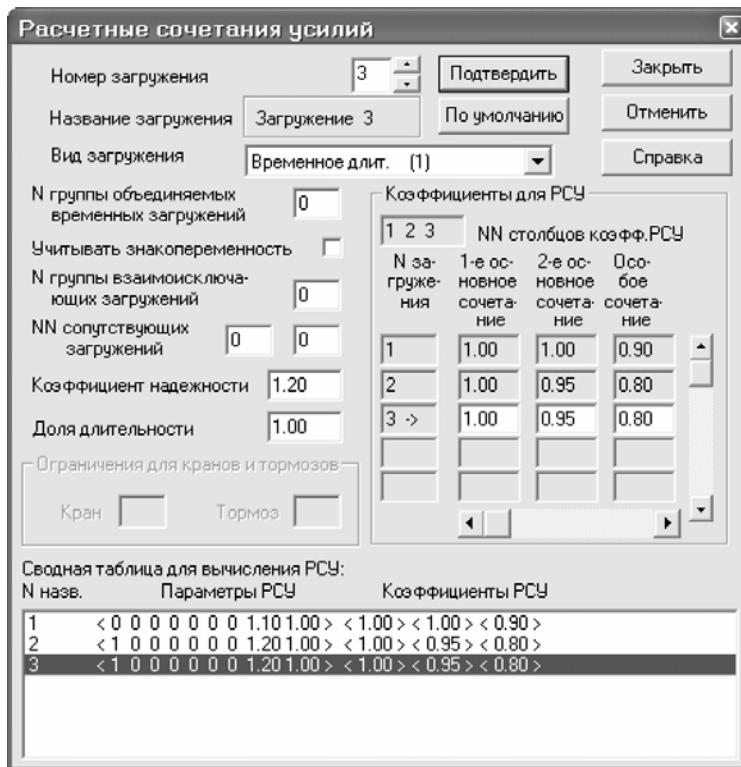

Рис.2.13. Диалоговое окно **Расчетные сочетания усилий**
- С помощью пункта меню **Нагрузки** ⇒ **РСУ** ⇒ **Генерация таблицы РСУ** (кнопка на панели инструментов) вызовите диалоговое окно **Расчетные сочетания усилий** (рис.2.13).
- для Загружения 1 выберите в списке Вид загружения – **Постоянное (0)** и щелкните по кнопке **Подтвердить** (в строке **Номер загружения** номер автоматически изменился на **2**);
- для Загружения 2 выберите в списке Вид загружения – **Временное длит. (1)** и щелкните по кнопке **Подтвердить** (в строке **Номер загружения** номер автоматически изменился на **3**);
- для Загружения 3 выберите в списке Вид загружения – **Временное длит. (1)** и щелкните по кнопке **Подтвердить**.